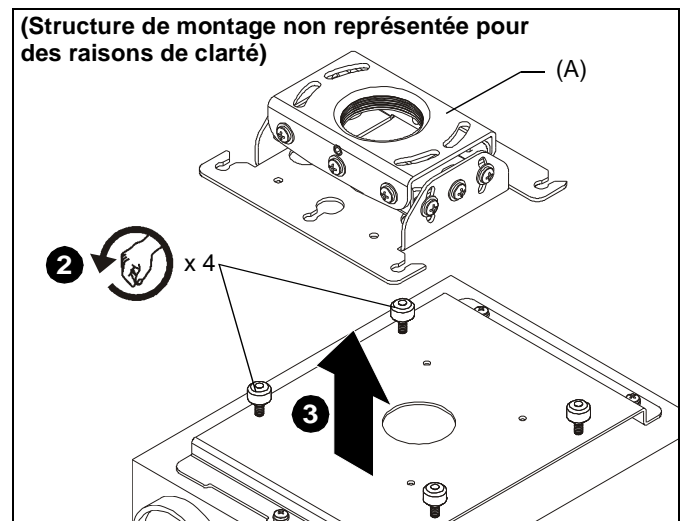

Figure 7
2. Desserrez (mais ne retirez pas) les écrous à ailettes sur la patte d'interface. (Voir la Figure 7)
3. Soulevez le projecteur avec la patte d'interface fixée vers le support pour projecteur RPE (A). (Voir la Figure 7)